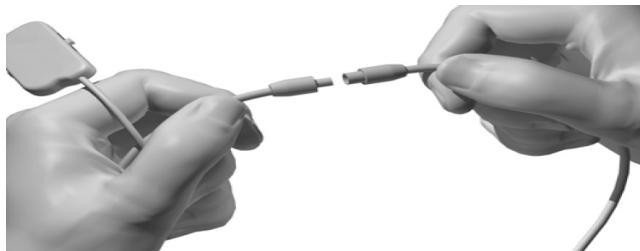

Abbildung 7: Operationssaalkabel 1x8 mit Kabelverlängerung
1. Die Operationssaalkabelverlängerung am Operationssaalkabel anbringen (Abbildung 7).